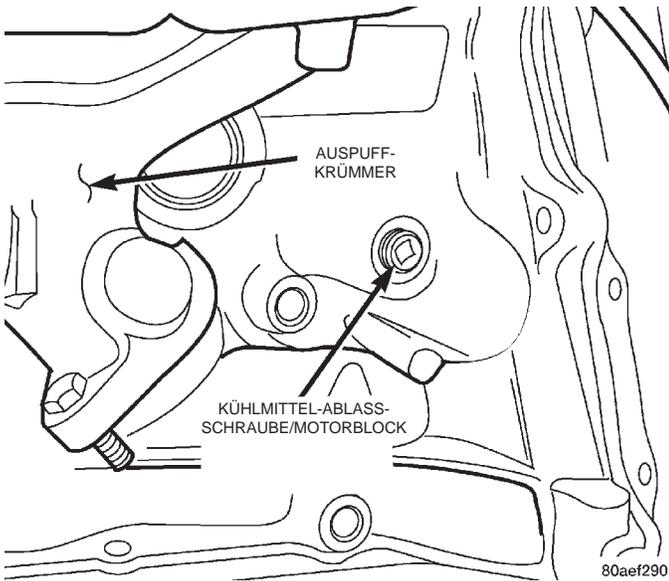

Abb. 15 Ablassen des Kühlmittels aus dem Motorblock—2.5L-/4.0L-Motoren
(1) Das Kühlmittel durch Lösen des Ablaßhahns aus dem Kühler ablassen.
(2) Das Kühlmittel durch Herausdrehen der Ablaßschraube hinten auf der linken Seite des Motorblocks aus dem Motorblock ablassen (Abb. 15).